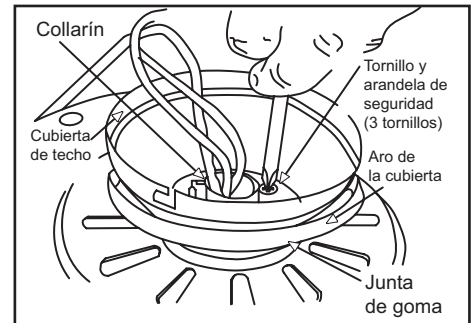

Figura 11
- Coloca la junta de goma sobre los otros tres tornillos, inserta los cables que salen por la parte superior del motor del ventilador a través del aro de la cubierta (asegúrate de que las aberturas en forma de ranura estén en la parte superior), luego procede a colocar la cubierta de techo sobre el collarín en la parte superior del motor (Figura 11).
orificios del motor y asegura con los tres tornillos y arandelas de seguridad retiradas en el paso 4 (Figura 11).